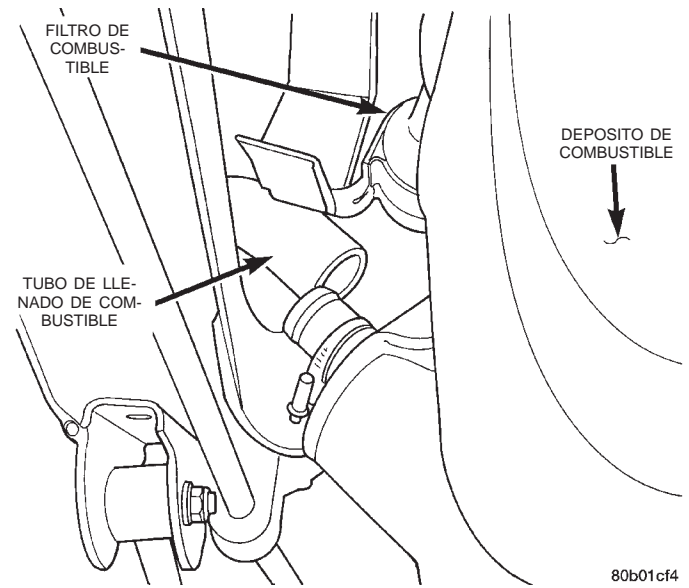

Fig. 21 Tubo de llenado de combustible
- (5) Afloje y retire el tubo de llenado de combustible del depósito de combustible (Fig. 21).